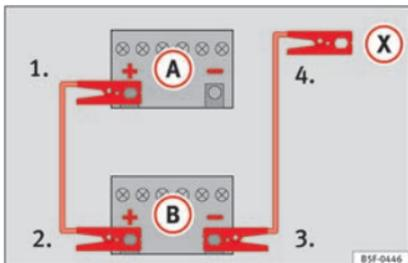

Abb. 70 Anschlusschema für Fahrzeuge ohne Start-Stopp-System.
2. Klemmen Sie ein Ende des roten Starthilfekabels an den Pluspol  des Fahrzeugs mit der entladenen Fahrzeugbatterie  » Abb. 70.
4. Bei Fahrzeugen ohne Start-Stopp-System: ein Ende des schwarzen Starthilfekabels an den Massepunkt  des Strom gebenden Fahrzeugs  » Abb. 70 anklennen.